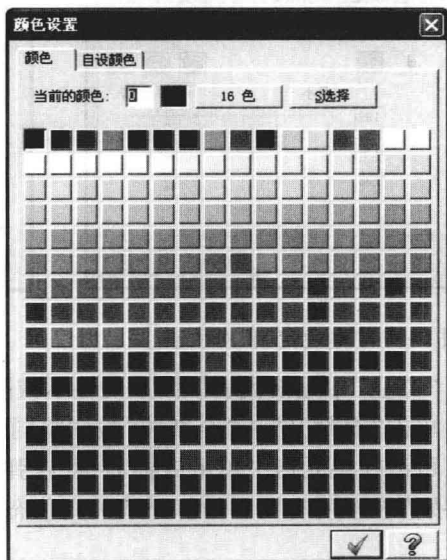

图 1-8 “颜色设置”对话框
(1) “颜色”:设置当前绘制的图素颜色,可以直接在文本框中输入颜色号码,也可以单击其中的“调色板”功能按钮 ,打开如图 1-8 所示的“颜色设置”对话框来选择颜色。